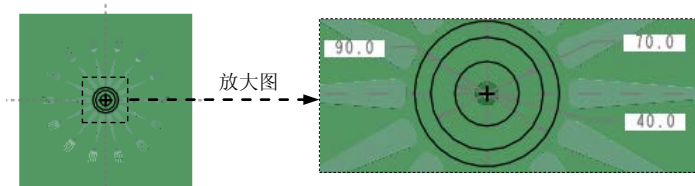

图 23.10 截面草图
② 绘制截面草图。绘制图 23.10 所示的截面草图; 完成特征截面的绘制后, 单击“草绘”操控板中的“确定”按钮 。
(2) 在操控板中选取深度类型为 , 输入深度值 2.0。
(3) 在“拉伸”操控板中单击 按钮, 完成特征的创建。